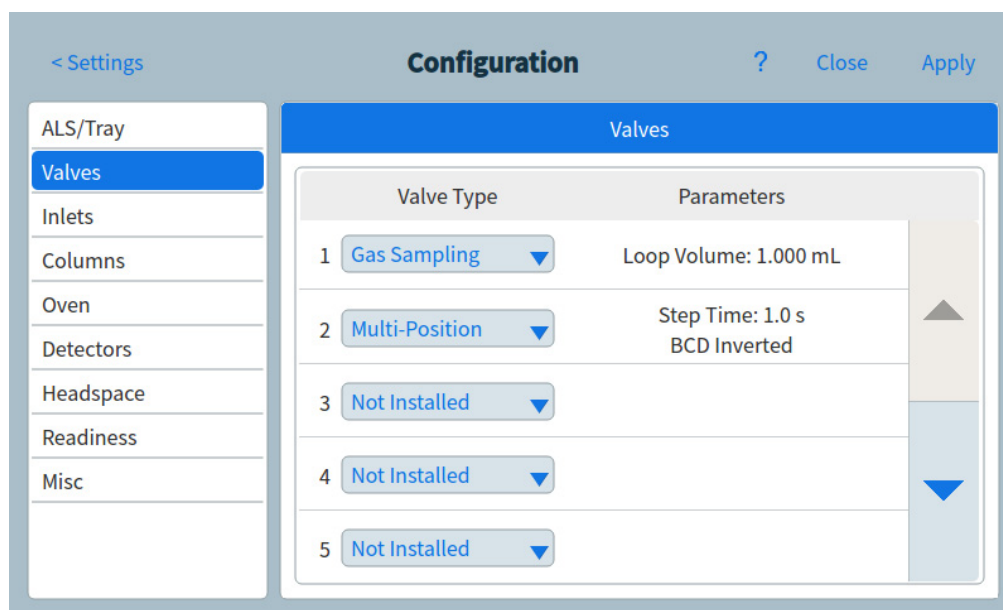

Figura 65. Pagina valvole
- 1 Selezionare **Settings > Configuration > Valves**. Vedere **Figura 65**.